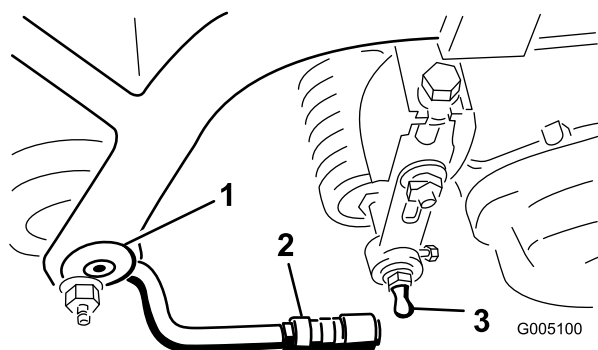

Figura 11
2. Coloque uma arruela e um tampão esférico em cada uma das extremidades do cilindro dianteiro das unidades de corte (Figura 11).
4. Faça deslizar a manga para a junta esférica e rode o braço de apoio para baixo até que o suporte encaixe no tampão esférico. Liberte a manga, fazendo-a deslizar para o engate, bloqueando desta forma a estrutura (Figura 11).